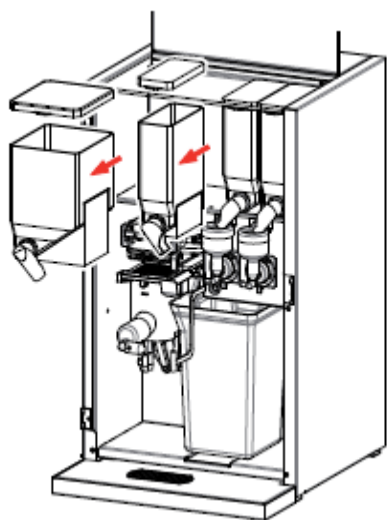

Рис. 26
4. Верните контейнеры для порционирования на свои места (рис. 26).